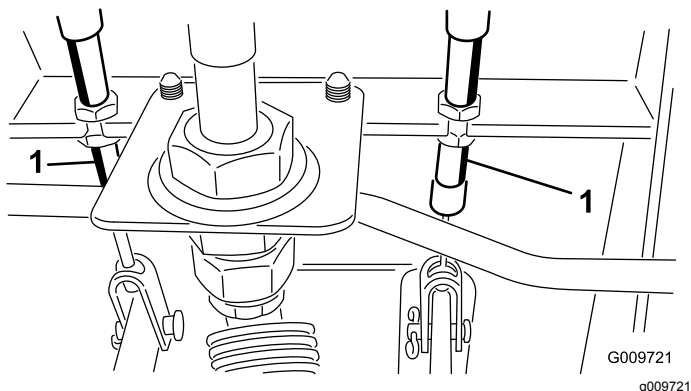

Figura 99
- A. Desaperte a porca dianteira na extremidade roscada do cabo do travão (Figura 99).